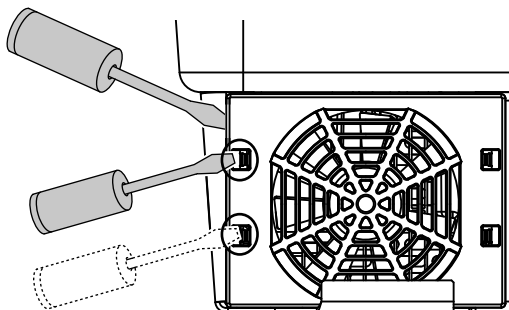

Fig. 74: Løsn fastgørelseslaskerne
3. Tryk med en anden skruetrækker fastgørelseslaskerne hen til midten af ventilatoren. Træk ventilatorenheden lidt fremad.  **Fig. 74**